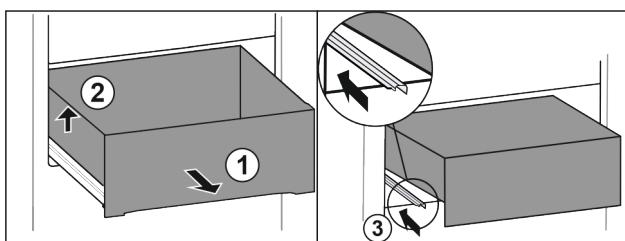

Fig. 14
- Витягніть висувний ящик повністю Fig. 14 (1).
- Підняти висувний ящик ліворуч Fig. 14 (2).
- Вставити ліву рейку Fig. 14 (3).